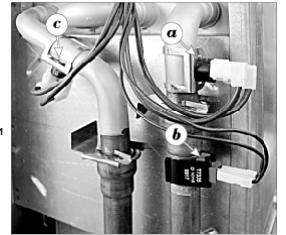

Рис. 21 - Датчик температуры
- выберите арретирующие зажимы, как показано на рис. 21;